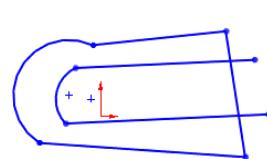

图 4.13.3 绘制五条直线
Step2. 绘制直线。选择下拉菜单 **工具(T)** → **草图绘制实体(K)** → 直线(L) 命令，在图形区绘制图 4.13.3 所示的五条直线。